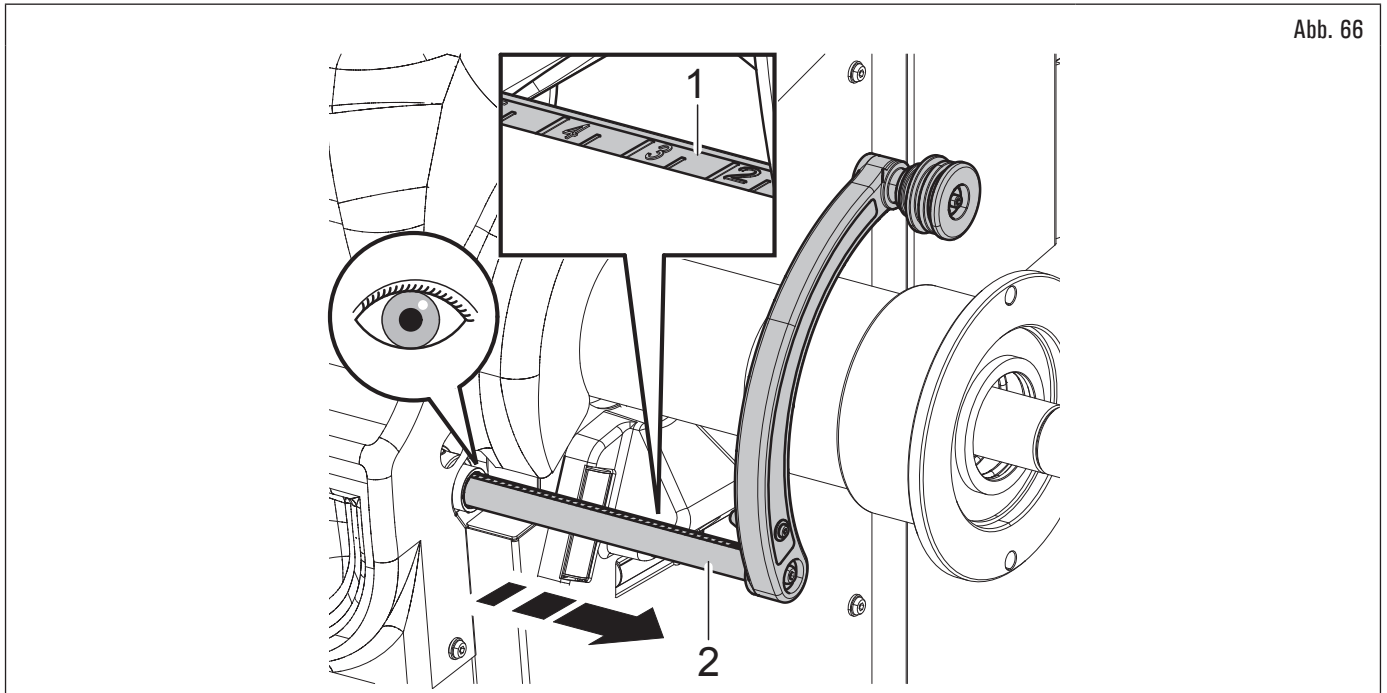

Abb. 66
2. lesen Sie den Wert auf der Mess-Skala (Abb. 66 Pkt. 1) ab, die am Arm des Abstand-Durchmesser Tasters (Abb. 66 Pkt. 2) befestigt ist;